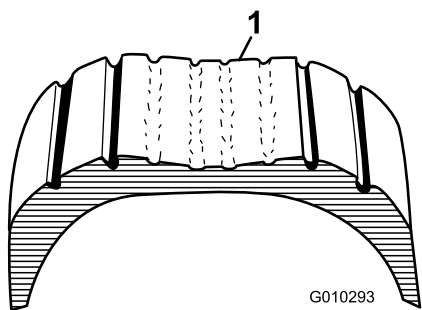

Figura 13
**Figura 13** mostra un esempio di usura degli pneumatici causata da un gonfiaggio eccessivo.